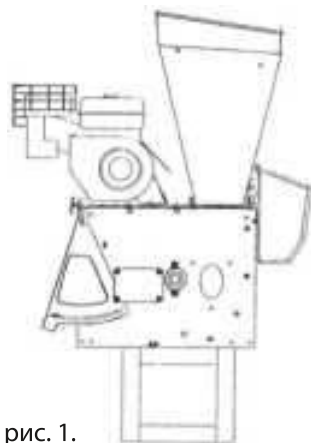

рис. 1.
1. Достаньте агрегат из упаковки и установите на устойчивую деревянную подставку, см. рис. 1.